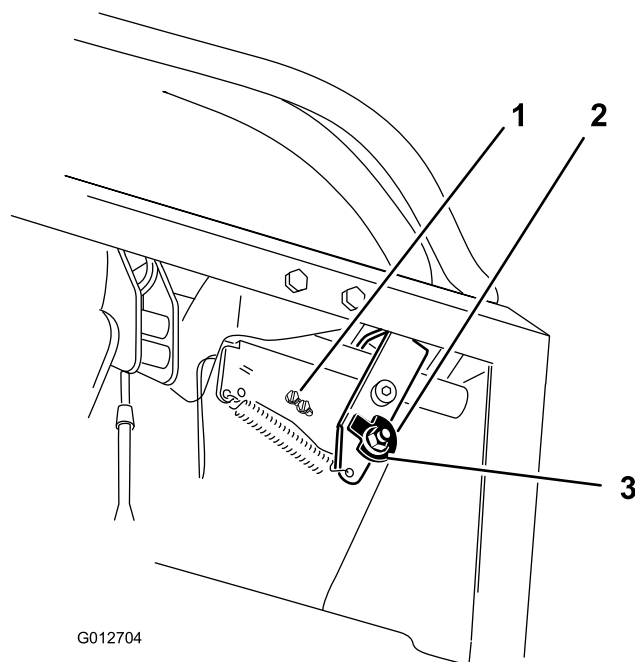
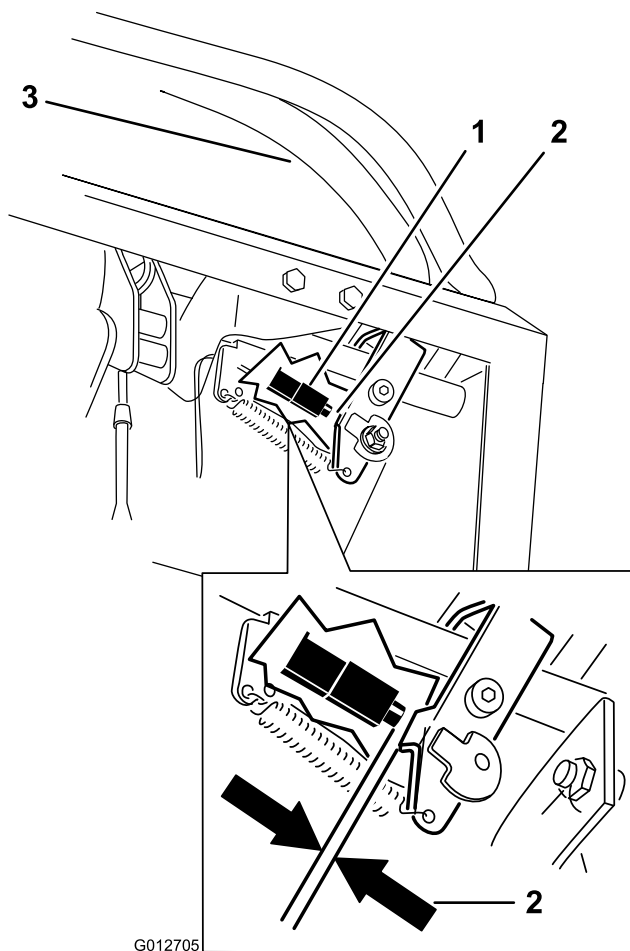

Figure 67
Figure 68
7. Desserrez l'écrou de fixation de la came (Figure 67).
10. Vérifiez l'écartement entre le levier de commande et l'interrupteur comme montré à la Figure 68. L'écartement doit être de 3 mm (1/8 po) lorsque le levier de commande de déplacement droit est au point mort, en position déverrouillée.
11. Au besoin, desserrez les vis de fixation de l'interrupteur et réglez l'interrupteur (Figure 67 et Figure 68).